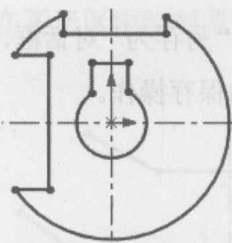

图 1.2.6 修剪草图 2
Step5. 修剪草图 2。参照 Step4 的方法修剪草图，如图 1.2.6 所示。